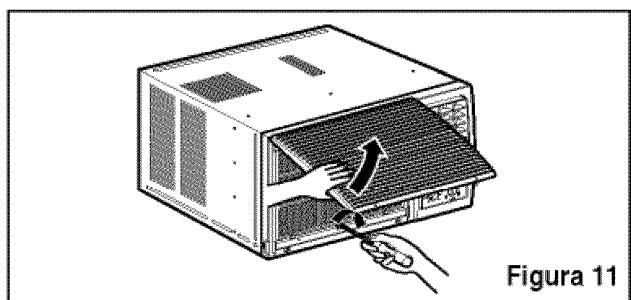

Figura 11
14. Levante la parrilla de entrada y ajústela con tornillos Tipo A, através de la parrilla frontal. (Ver Figura 11)